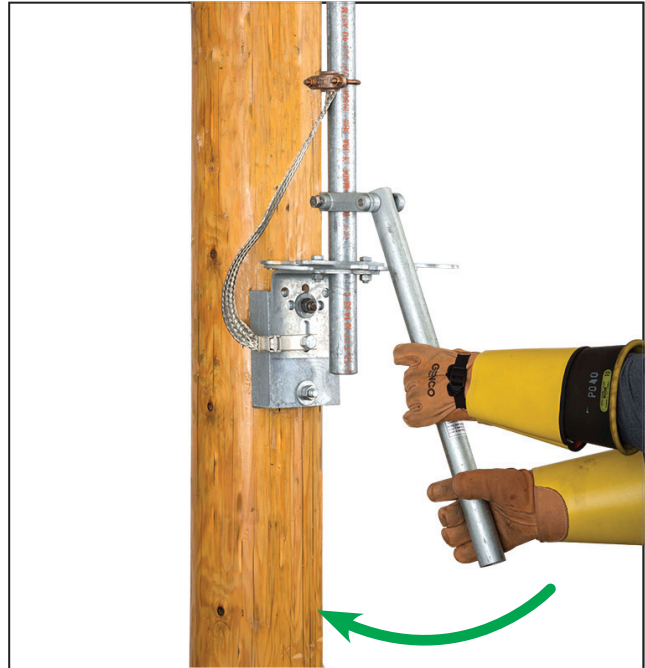

Figura 43. Movimiento de la palanca de operación.
**PASO 35.** Mueva la palanca con *rapidez* a la posición totalmente **Abierto** o totalmente **Cerrado**. Vea la Figura 43.